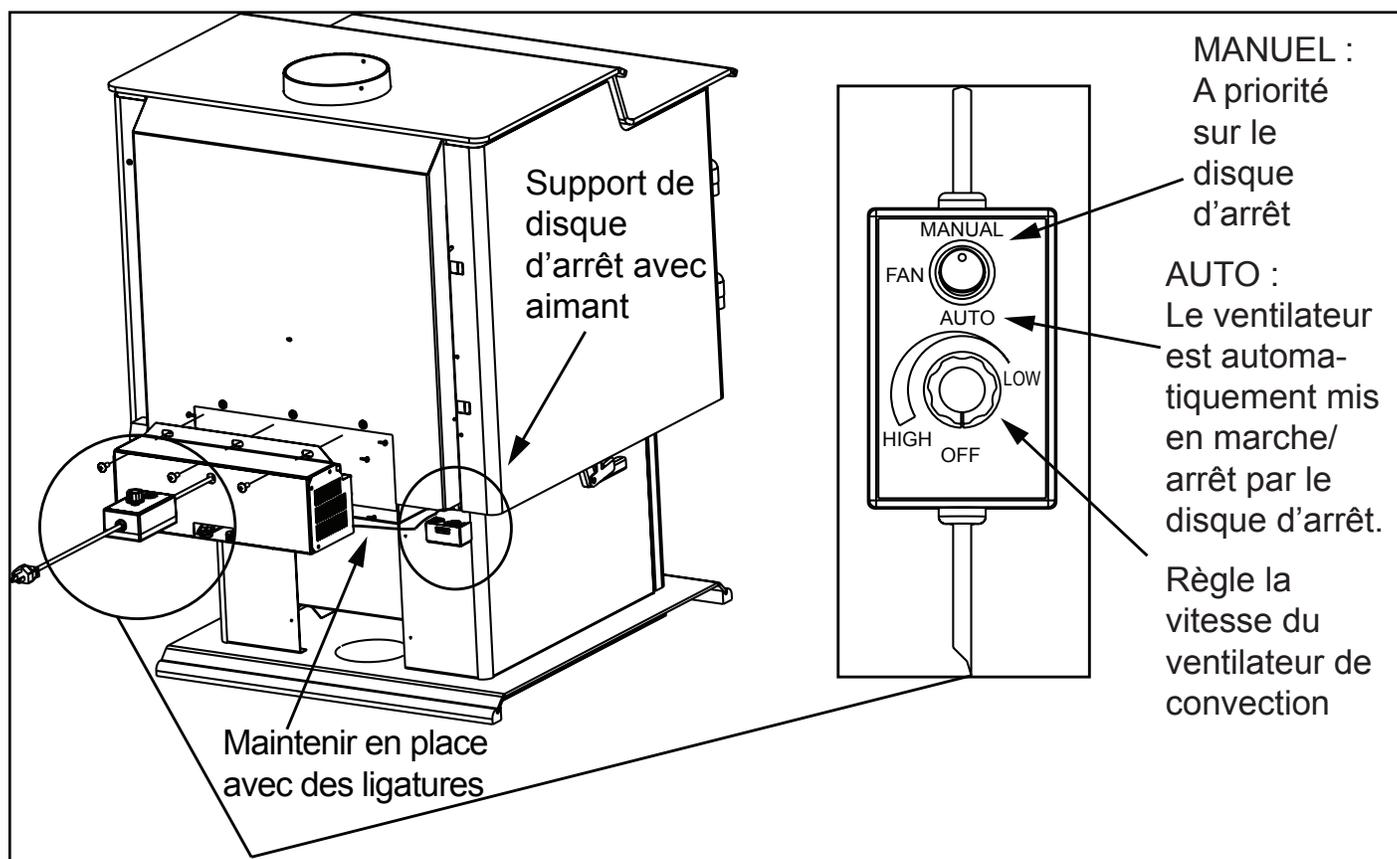

Figure 26.1
2. Alignez les trous de la bride de montage du ventilateur avec les trous sur l'appareil. Le ventilateur refoulant doit être placé sur le côté inférieur arrière du revêtement extérieur, comme illustré à la **figure 26.1**.